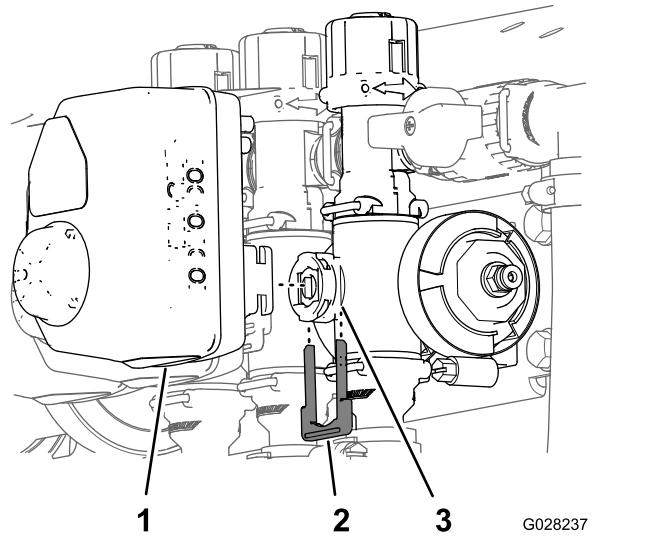

Figure 112
- Retirez l'étrier qui fixe l'actionneur à la valve du collecteur pour le régulateur de débit, la vanne d'agitation, la vanne maîtresse des sections ou la vanne de section (Figure 112).